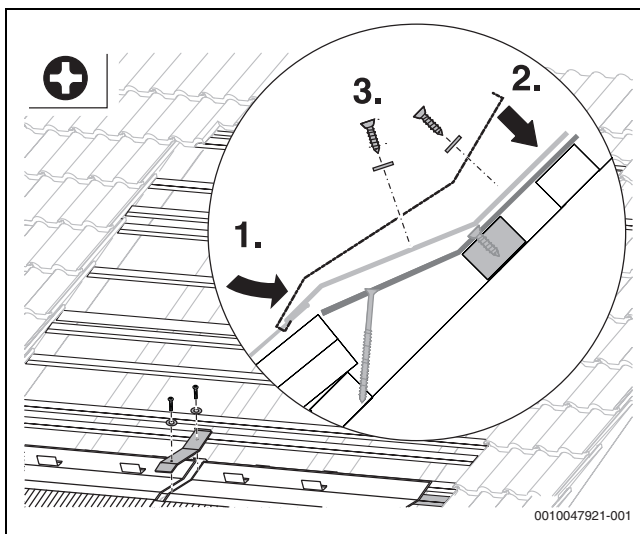

Bild 33 Oberteil montieren
1. Oberteil des Verbinders an unterer Kante der Eindeckbleche einhaken (→ Bild 33).
2. Oberteil andrücken (→ Bild 33).
3. Oberteil mit 2 Dichtscheiben und Schrauben auf Unterseite schrauben (→ Bild 33). Dabei die Schrauben nicht zu fest anziehen. Akkuschrauber: niedrige Geschwindigkeit einstellen.